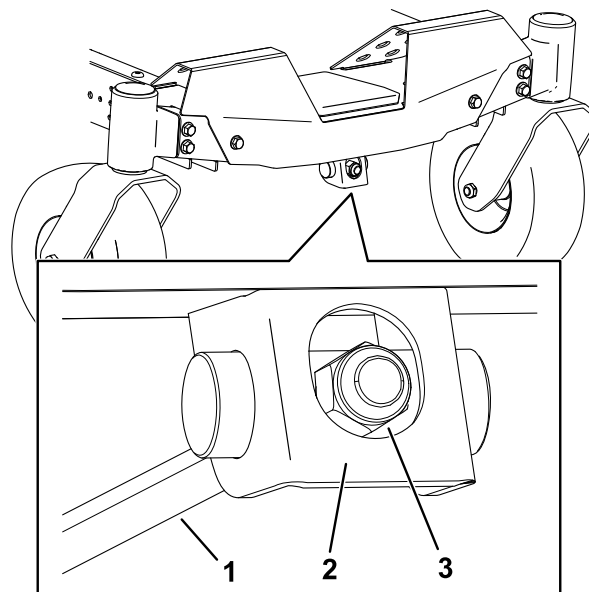

**Bild 72**
1. Drehen Sie die Einstellmutter an der Vorderseite des Mähers (Bild 72).